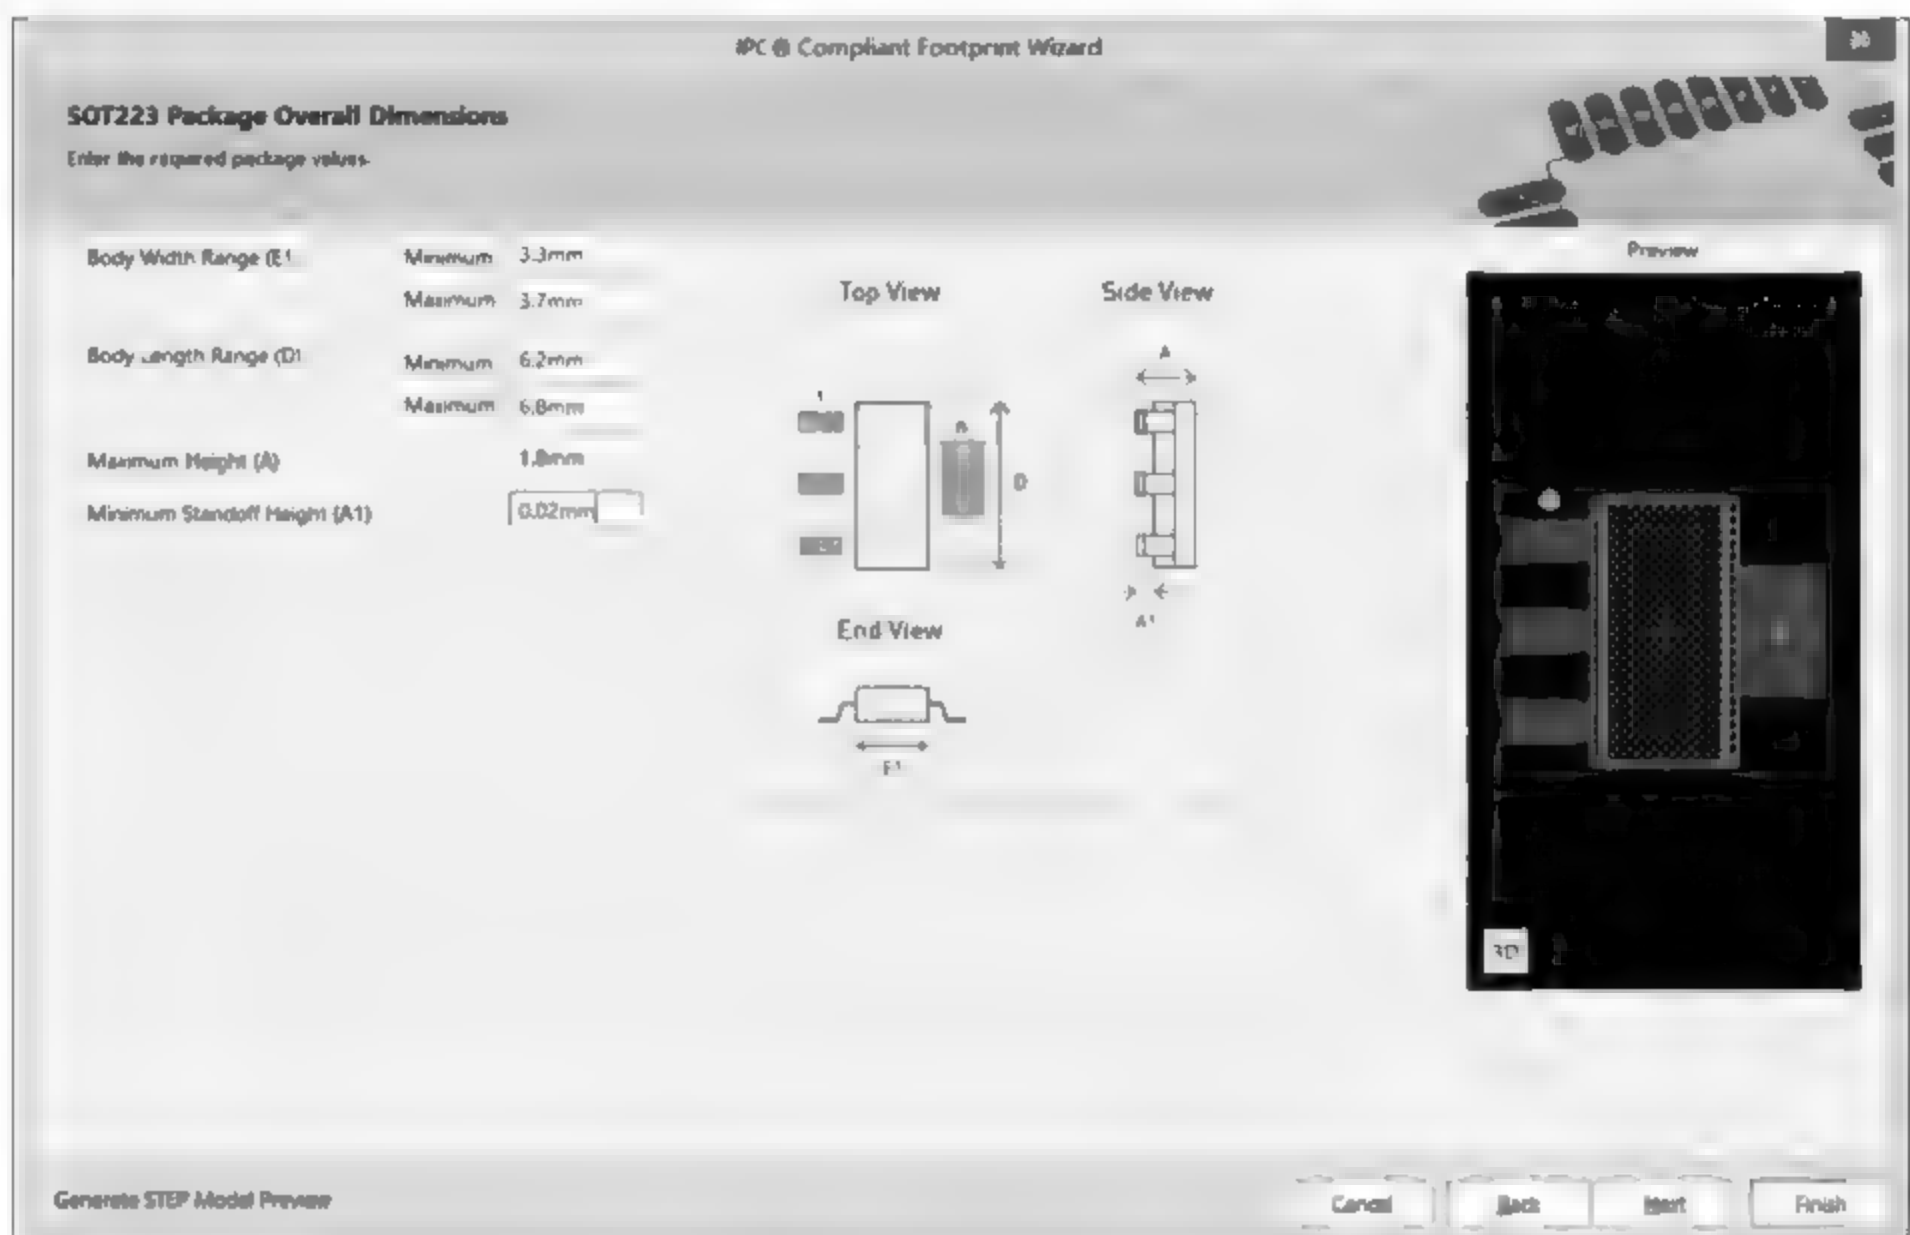

图 3-51 输入芯片参数
(2) 单击 Next 按钮, 在弹出的 Select Component Type 对话框中选择相应的封装类型, 这里选择 SOT223 系列。
(3) 选择好封装类型之后, 单击 Next 按钮, 在弹出的参数对话框中根据芯片规格书输入对应的参数, 如图 3-51 和图 3-52 所示。